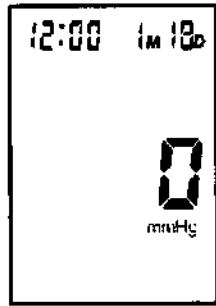

Figura 8-5
- d. El tensiómetro luego "comienza a buscar presión cero" [sic]. Remítase a la figura 8-5.